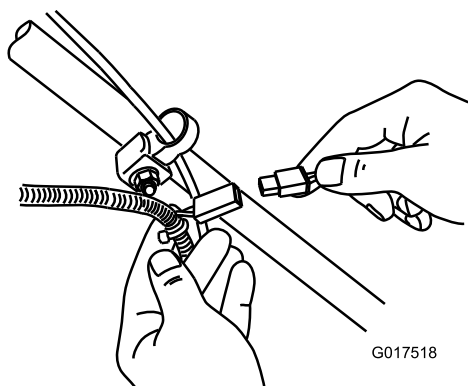

Figure 34
1. Branchez le chargeur au faisceau de câblage, situé sous la clé de contact (Figure 34).